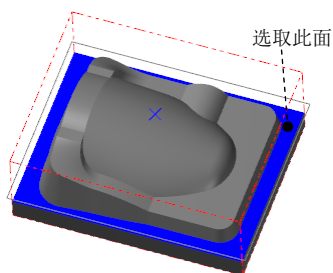

图 17.34 选取加工曲面
(1) 选取加工曲面。在图形区中选择取图 17.34 所示的面（共 1 个），然后单击 Enter 键，系统弹出“刀具路径的曲面选取”对话框。